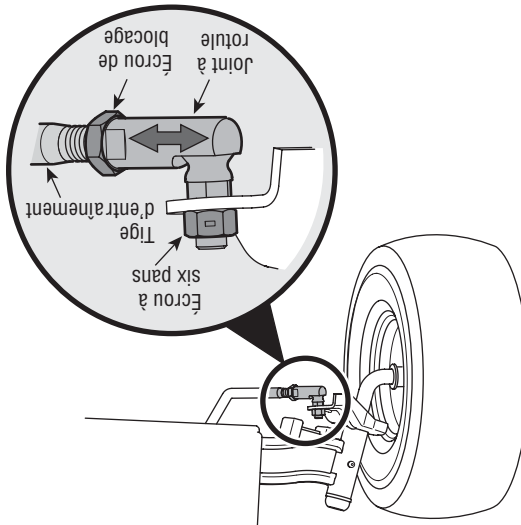

Figure 14
2. Retirez le contre-écrou de blocage sur le dessus du joint à rotule. Voir la Figure 14.